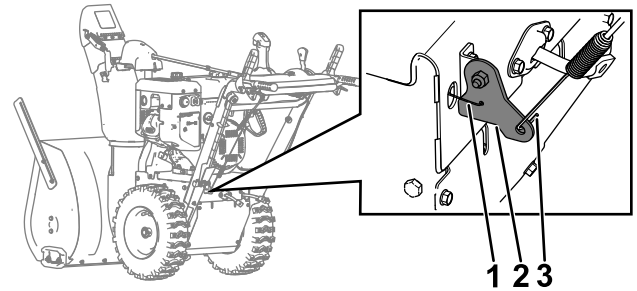

**Figuur 4**
5. Monteer de nieuwe tractieplaat op de plaat van het wrijvingswiel; gebruik hierbij de bout die u eerder verwijderd hebt (Figuur 4).